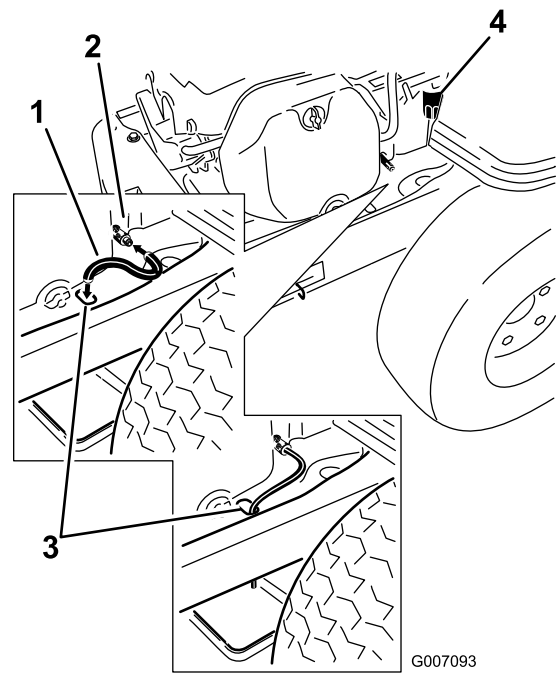

Figura 31
5. Limpie la zona alrededor de la válvula de vaciado del bastidor de la máquina. Localice el manguito de vaciado del aceite y deslícelo sobre la válvula de vaciado (Figura 31).
6. Pase el otro extremo del manguito de vaciado del aceite a través del orificio de vaciado del bastidor (Figura 31).